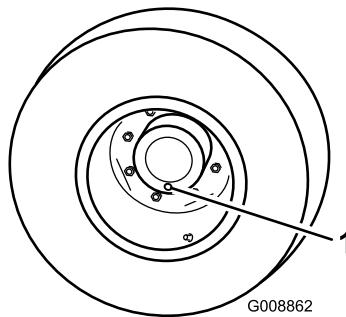

図 74
1. 平らな場所で、点検/ドレンプラグが一番低い位置（時計の 6 時の位置）に来るよう停止させる（図 74）。